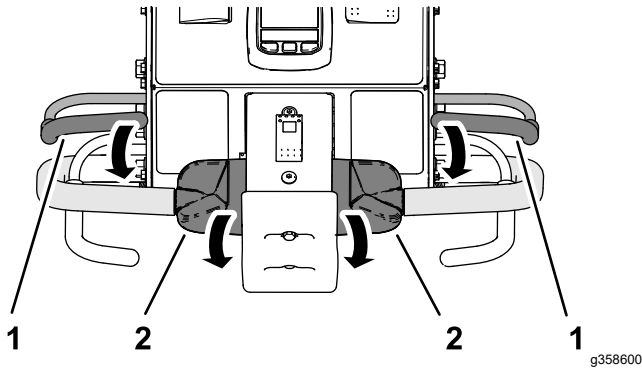

图 35
1. 抓住手把的任一操作员到位把手并向前旋转牵引控制装置的顶部图 35。